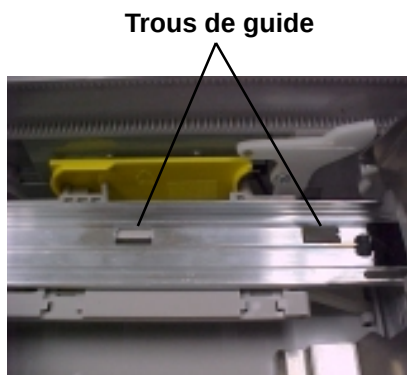

Figure 5
5. Il faut noter que les rails-guides gauche et droit possèdent chacun deux trous de guide-billets, comme le montre la figure 5. Chacun des trous guides-billets donne accès à une échelle de réglage située en-dessous.